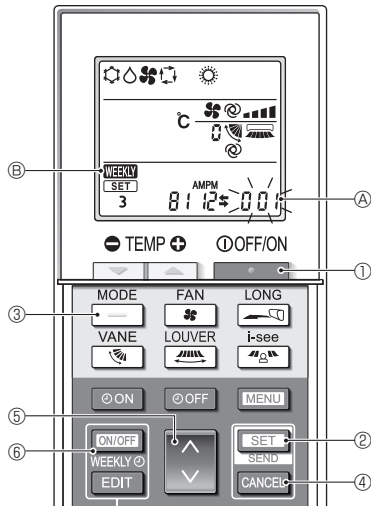

Fig. 5-9
#### 5.9.8. Désactivation du mode AUTO (Fig. 5-9)
- Appuyez sur la touche **STOP** (1) pour arrêter le climatiseur.
- Si la minuterie hebdomadaire est activée, appuyez sur la touche **ON/OFF WEEKLY** (6) pour la désactiver. (**WEEKLY** (6) disparaît.)
- Appuyez sur la touche **SET** (2) pendant 5 secondes.
- L'appareil passe en mode de réglage des fonctions. (Le numéro de réglage du modèle (A) clignote.)
- Appuyez sur la touche **UP** (4).
- Achèvement des réglages (Fig. 5-9)